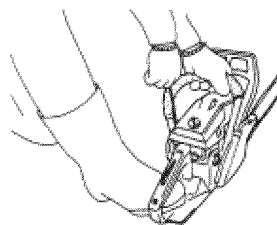

Fig. 11
5. Tire de nuevo el arrancador de retroceso con fuerza de la misma manera antes mencionada. (Fig. 11)